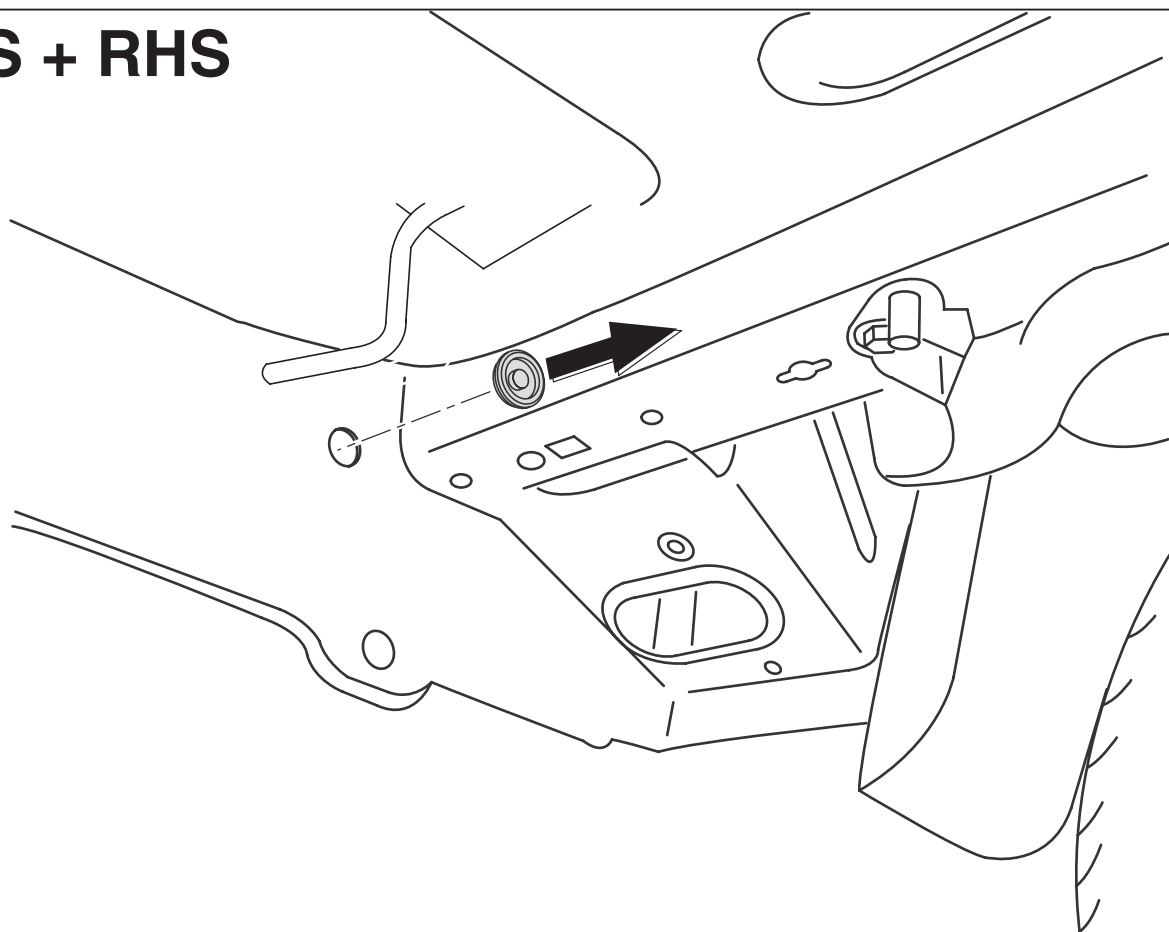

Fig.1
2. Bei den angegebenen Punkten die Gummikappen entfernen (siehe Abb. 1).
2. Enlever les bouchons en caoutchouc à l'emplacement des points indiqués (voir la fig.1).
2. Avlägsna gummikåporna vid de markerade punkterna (se fig. 1).
2. Fjern gummikapslerne ved de markerede punkter (jævnfør fig. 1).
2. Удалить резиновые пробы в указанных точках (см. рис. 1).
(véase la fig. 1).
2. Rimuovere i tappi in gomma dai punti indicati (vedi fig. 1).